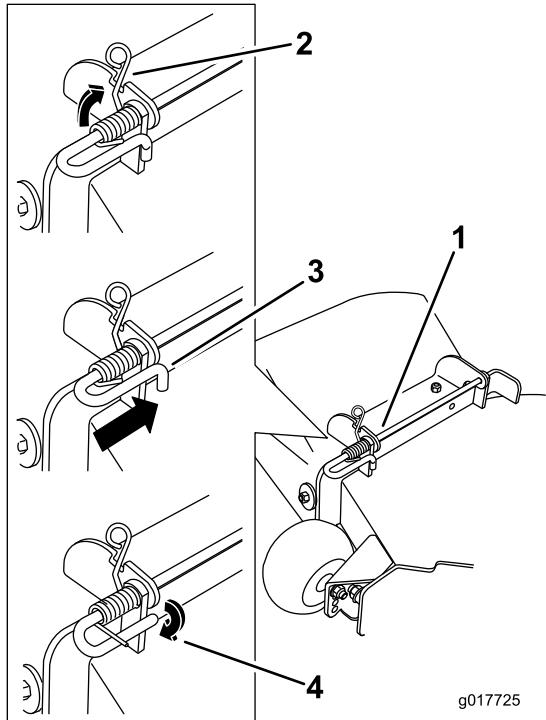

Figura 72
4. Levante el extremo del muelle con bucle y colóquelo en la muesca del soporte del deflector (Figura 72).
5. Fije el conjunto de varilla y muelle torciéndolo de manera que el extremo corto de la varilla pueda colocarse detrás del soporte delantero que está soldado a la carcasa (Figura 72).